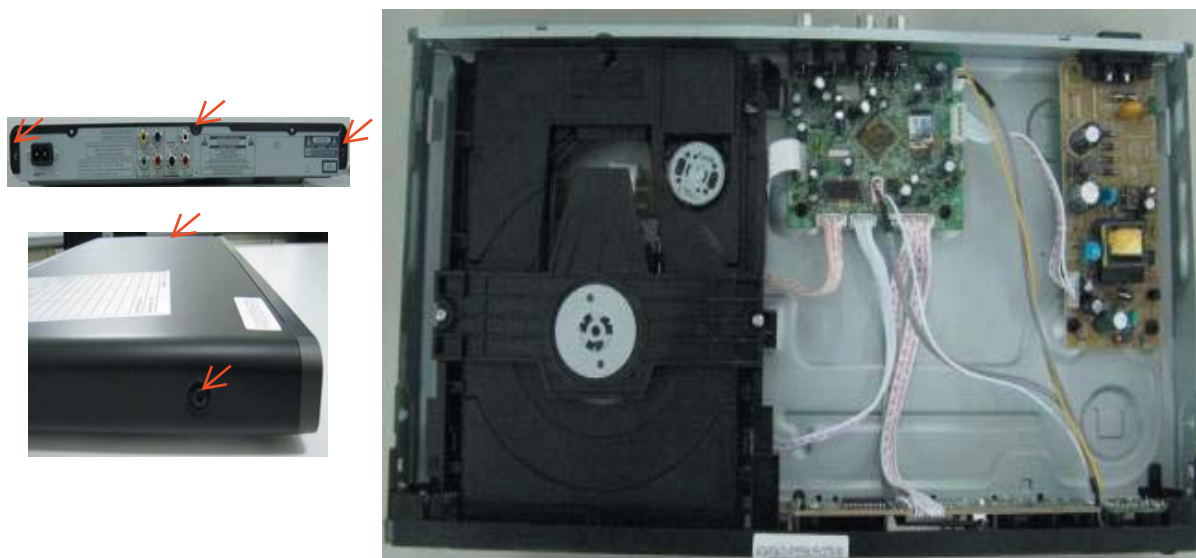

Figura 1
Passo1: Remova os 5 parafusos ao redor da Tampa Superior e remova-a (Figura 1).